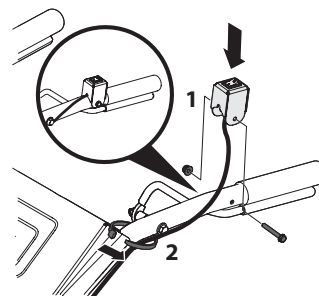

Figure 11
5. Fixez l'interrupteur d'arrêt d'urgence sur la poignée gauche du guidon avec un boulon 10-32 : 1,50 et un écrou autobloquant à bride 10-32. Voir 1 dans la Figure 11.
6. Laissez le câble lâche lorsque vous retenez le câble à la partie inférieure du guidon pour pouvoir régler la hauteur du guidon. Le fil doit passer sur le côté extérieur de la poignée comme indiqué. Il ne doit pas entraver le libre mouvement du levier de commande. Voir 2 de la Figure 11.